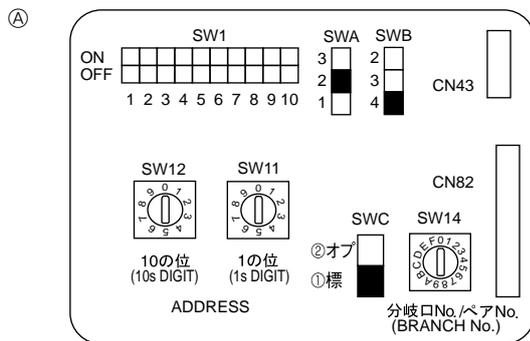

Fig. 5-4
- ③ Беспроводной пульт дистанционного управления (при установке беспроводного ресивера сигналов)
5.5. Установка адресов (Fig. 5-4)
5.6. Установка переключателей при высоком потолке или при изменении числа выходов воздуха (Fig. 5-4)
④	4 направления	2,5 м	2,7 м	3,5 м
③	3 направления	2,7 м	3,0 м	3,5 м
②	2 направления	3,0 м	3,3 м	3,5 м
5.7. Определение температуры в помещении встроенным датчиком пульта дистанционного управления (Fig. 5-4)